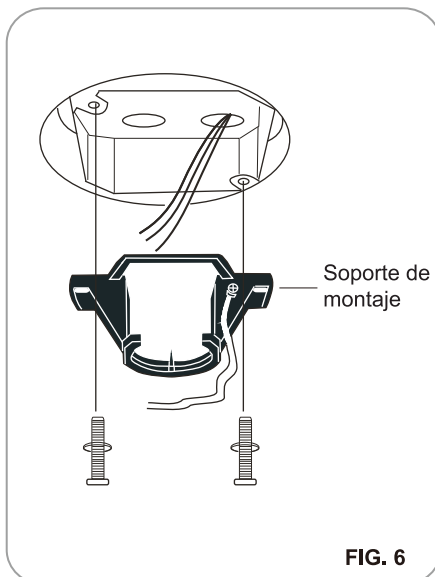

FIG. 6
Paso 1. Fije el soporte de montaje en la caja de salida por los dos tornillos y las arandelas proporcionados con la caja de salida. Asegúrese de que el soporte de montaje se apriete bien y firmemente.(Fig.6)
Paso 3. Quite la bola de suspensión de la varilla por afíando el tornillo de fijación de la bola de suspensión, y quitando el pasador transversal, entonces deslizando la bola de suspensión fuera de la varilla. (Fig.6)